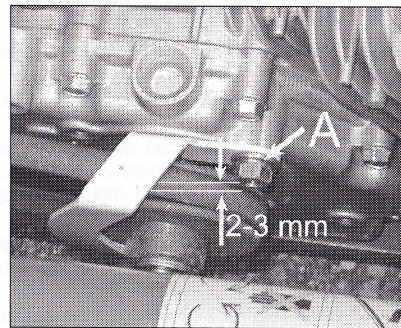

Figure 22
2. Placez le levier d'avancement en position embrayé et réglez le guide afin d'obtenir un jeu de 2-3 mm entre la courroie et le guide courroie. Pour cela desserrez les vis maintenant le guide (figures 22, repère A). Resserrez la vis une fois le réglage effectué.